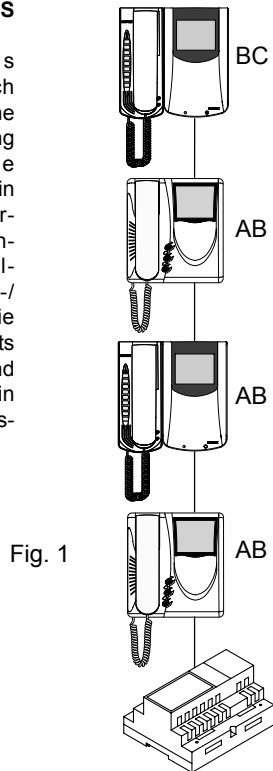

Fig. 1
Im Inneren des Haustelefons befindet sich ein Steckverbinder und eine Brücke für die Stabilisierung des Videosignals (siehe Abb. 3). Diese Brücke ist in folgenden Fällen erforderlich: In Anlagen mit mehreren in Reihe geschalteten Apparaten (Video-/Audiosprechstellen) nur die Brücke des letzten Apparats auf Position BC setzen und die Brücken der anderen in der Ausgangsstellung belassen (AB) (Abb. 1).